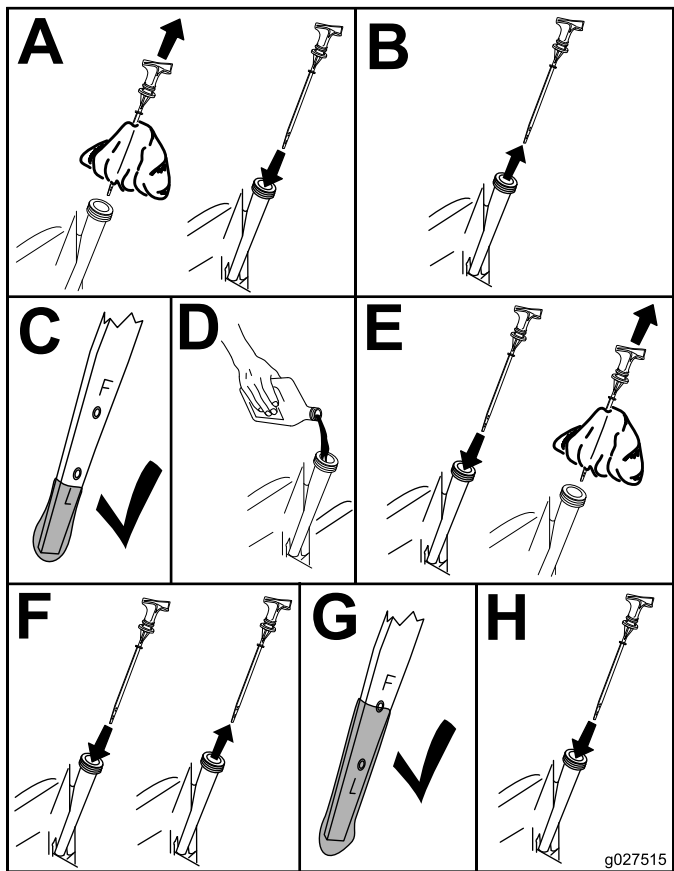

Figura 36
3. Compruebe el nivel de aceite del motor (Figura 36).